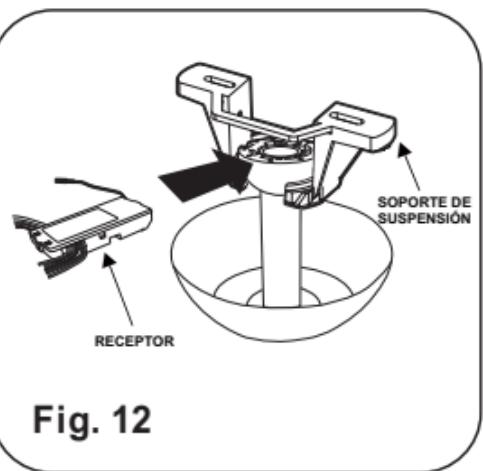

Fig. 12
Paso 1. Insertar el receptor en el soporte de suspensión, con el lado plano del receptor mirando hacia el techo. (Fig. 12)